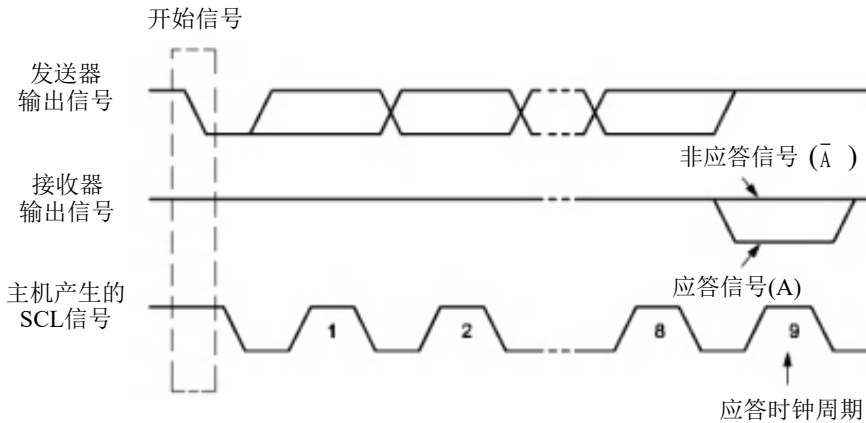

Figure 15-5 IIC 总线的应答信号
到与另一个从机通信。如 Figure15-5 所示，当 SCL 为高电平时，SDA 由高电平向低电平跳变，产生重新开始信号，它的本质就是一个开始信号。
应答信号 (A)：接收数据的 IIC 在接收到 8 位数据后，向发送数据的 IC 发出的特定的低电平脉冲。每一个数据字节后面都要跟一位应答信号，表示已收到数据。应答信号在第 9 个时钟周期出现，这时发送器必须在这一时钟位上释放数据线，由接收设备拉低 SDA 电平来产生应答信号，由接收设备保持 SDA 的高电平来产生非应答信号 (A⁻)，如 Figure15-5 所示。所以，一个完整的字节数据传输需要 9 个时钟脉冲。如果从机作为接收方向主机发送非应答信号，这样，主机方就认为此次数据传输失败；如果是主机作为接收方，在从机发送器发送完一个字节数据后，发送了非应答信号，从机就认为数据传输结束，并释放 SDA 线。不论是以上哪种情况都会终止数据传输，这时，主机或是产生停止信号释放总线，或是产生重新开始信号，开始一次新的通信。开始信号、重新开始信号和停止信号都是由主控制器产生，应答信号由接收器产生，总线上带有 IIC 总线接口的器件很容易检测到这些信号。